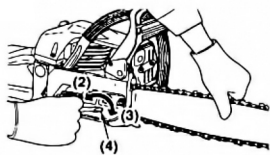

Рис. 4
- (1) Направление вращения цепи
6. Одной рукой держась за конец шины, отрегулировать натяжение цепи, поворачивая натяжной винт до тех пор, пока соединительное звено не коснется нижней стороны направляющей (Рис. 4).